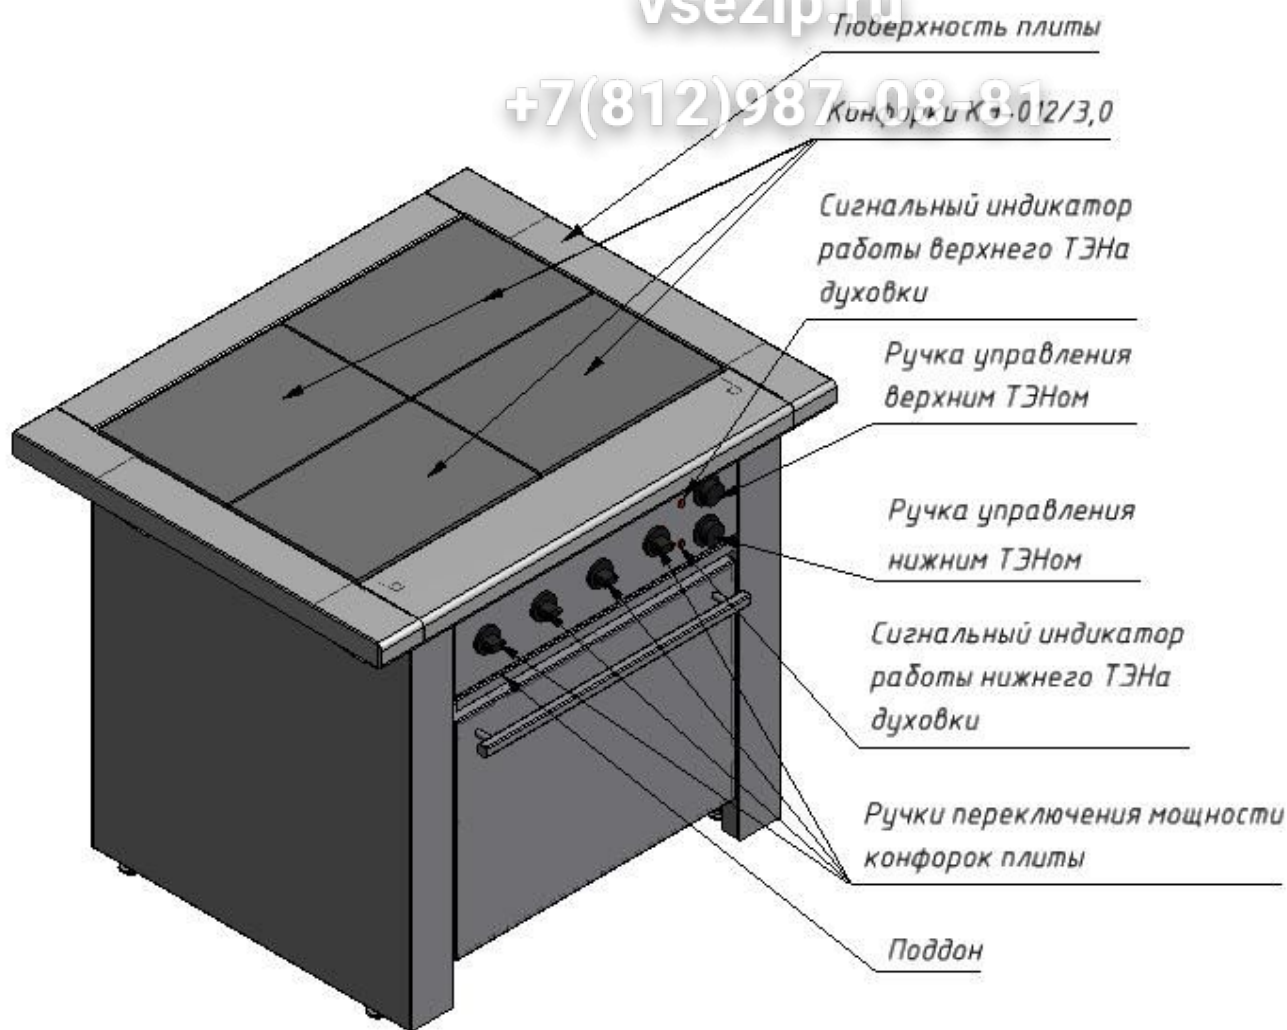

Рисунок 1
5.2. Верхняя рабочая часть модуля (рис.1) представляет собой конструкцию коробчатой формы, внутрь которой устанавливается каркас с отражателями тепла. На каркас устанавливаются электрические конфорки, поддон, который служит для стока жидкости, пролитой на рабочую поверхность. Нижний модуль плиты представляет собой конструкцию коробчатой формы, в которую вмонтирована духовка.
8.6. Включение верхних и нижних нагревателей духовой камеры производится двумя соответствующими ручками (см. рис.1) расположенными на панели управления (регулирование бесступенчатое).